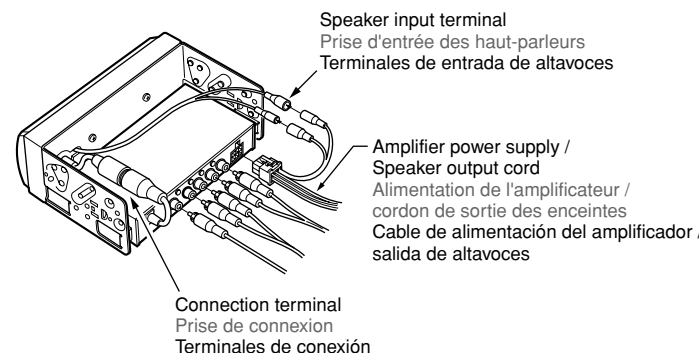

Figure 3 / Figure 3 / Figura 3
3. After connecting the speaker to the amplifier, install the amplifier in the console together with the main unit. Figure 3
3. Après avoir connecté le haut-parleur à l'amplificateur, installez l'amplificateur dans la console avec l'appareil principal. Figure 3